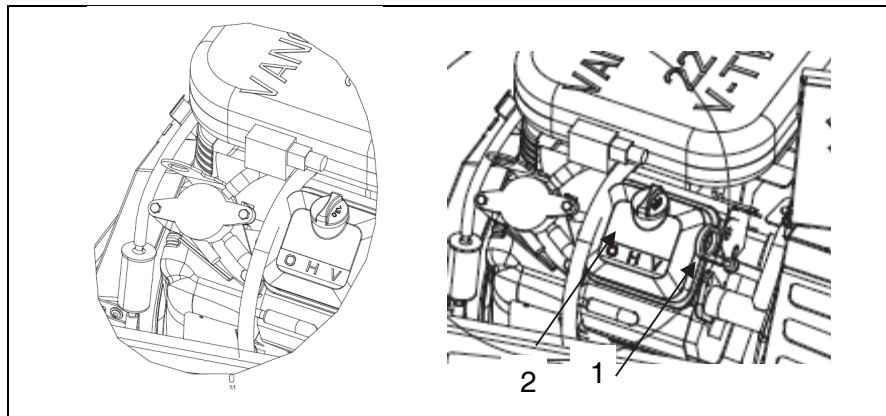

Fig. 62: Varilla de medición de aceite
1. Extraer (Fig. 62-(2)) la varilla de medición de aceite y limpiarla con un paño limpio.
1. Desenroscar el tapón (Fig. 62-(1)) del aceite. Para cargar más fácilmente (Fig. 62-(2)), retirar la varilla de medición.